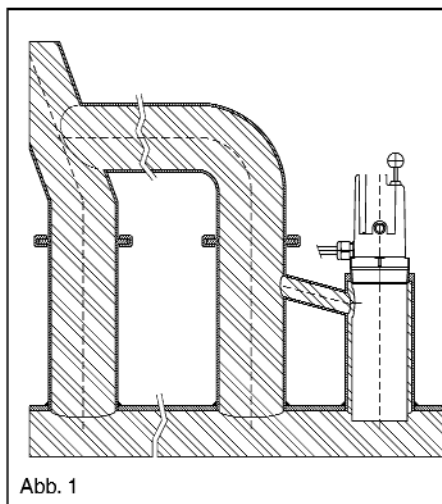
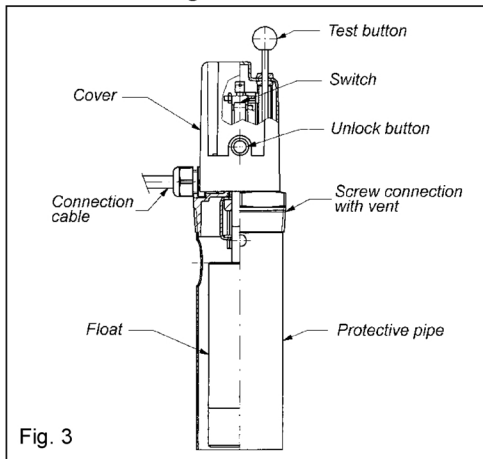

Abb. 1
Fig. 3
Die Funktionsprüfung, die in regelmäßigem Abstand auszuführen ist, erfolgt durch eine Prüftaste, mit der Wassermangel simuliert und der Brenner ausgeschaltet und verriegelt wird (Abb.3).
Die Wassermangelsicherung wird entspr. Abb. 1 parallel in ein senkrecht verlaufendes Stück der Vorlaufleitung montiert.
Der Abschaltpegel, siehe Abb. 3, der Wassermangelsicherung muß mindestens 100 mm über der höchsten beheizten Fläche des Wärmeerzeugers liegen.
- Es ist darauf zu achten, daß durch die Pumpe keine Beeinflussung des Schwimmers erfolgt (Abb. 1)
If the water level drops below a minimum level, the low water alarm switch switches off the burner to protect it from overheating. Regular function tests are performed by means of a test button. This simulates a low water alarm situation and switches off and locks the burner (fig. 3). The burner can only be switched on again after the locking mechanism has been unlocked.
The low water alarm switch is installed in parallel with a vertical part of the supply pipe as per fig. 1. It must always be installed upstream of the mixer in the boiler circuit. The switch-off level of the low water alarm switch must be at least 100 mm above the highest heated surface of the heat generator (see fig. 3).
- The pump must not influence the float in any way (see fig. 1).
En cas de volume d'eau insuffisant, l'avertisseur de bas niveau coupe le brûleur. Ceci permet de protéger la chaudière contre la surchauffe. Le contrôle de fonctionnement, à effectuer à intervalles réguliers, a lieu par l'intermédiaire d'une touche de test qui simule un manque d'eau et coupe et verrouille le brûleur (fig. 3). Le brûleur ne peut être remis en marche qu'après déverrouillage de l'avertisseur de bas niveau.
L'avertisseur de bas niveau est monté en parallèle dans une pièce verticale de la conduite. Aller comme représenté à la fig. 1. Il doit toujours être installé en amont du mélangeur dans le circuit de la chaudière. Le niveau de coupure de l'avertisseur de bas niveau (voir fig. 3) doit toujours se situer à au moins 100 mm au-dessus de la plus haute surface chauffée du générateur thermique. Tout dispositif destiné à rendre inefficace l'avertisseur de bas niveau est interdit !
- La pompe ne doit exercer aucune influence sur le flotteur (voir fig. 1).
En caso de falta de agua, la protección contra funcionamiento en seco apaga el quemador. Así se protege la caldera contra sobrecalentamiento. La prueba de funcionamiento a realizar en periodos regulares, se efectúa mediante un botón de chequeo por el que se simula la falta de agua y se para y bloquea el quemador (fig. 3).
El nivel de desconexión de la protección contra funcionamiento en seco tiene que estar como mínimo a 100 mm sobre la superficie superior calentada del generador de calor, véase fig. 3.